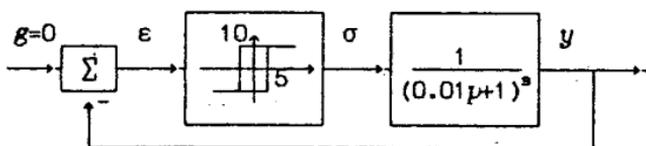

Рис. 12.1
1. Для нелинейной системы (рис.12.1) исследуйте теоретически возможность возникновения автоколебаний. Вычислите частоту и амплитуду автоколебаний и проанализируйте их устойчивость.